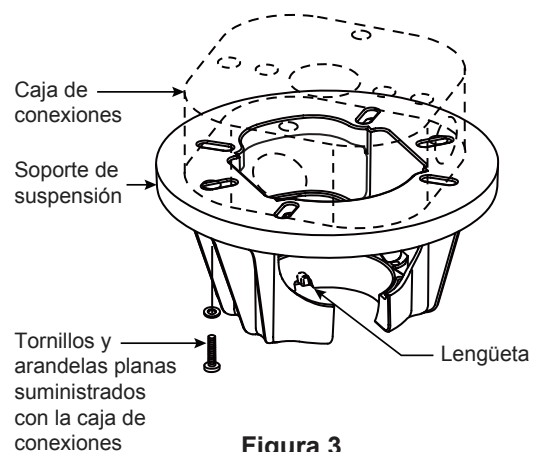

Figura 3
Uso del soporte (Figura 3)
3. Afloje los dos tornillos de fijación del soporte del barral de soporte para techo a través de la varilla. Introduzca los cables de color negro, blanco y azul a través de la varilla. (Figura 3)
1. Fije bien el soporte de suspensión a la caja de conexiones con los tornillos y las arandelas planas suministrados con la misma. (Figura 3)
NOTA: Se deben pasar los tornillos de la caja de conexiones a través de los orificios que se encuentran en el soporte de suspensión. (Figura 3)
3. Con cuidado, levante el ventilador y apoye la unidad del barral/de la semiesfera en el soporte de suspensión que acaba de fijar a la caja de conexiones. (Figura 4) Asegúrese de que la ranura en la semiesfera esté alineada con el reborde del soporte de suspensión. (Figura 3)
2. Deslice el receptor en el soporte de suspensión antes de realizar el cableado como se muestra en la figura 3.
3. Extraiga uno de los tres tornillos de ensamble de la placa de iluminación. Guárde el tornillo para después y afloje ligeramente los dos tornillos restantes. (Figura 3)
- 3.** Para que el ventilador sea funcional, instale las pila (incluidas) de 23A/12V en el transmisor del mando a distancia. Mientras el ventilador esté apagado. A continuación, siga el proceso de fijación remota de código. Si no se utiliza el ventilador durante un largo periodo de tiempo, extraiga la batería para evitar cualquier daño al transmisor. Almacene el mando a distancia en un lugar alejado del calor o la humedad excesiva. (Figura 3)